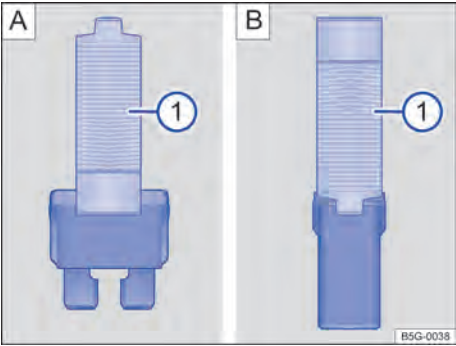

Fig. 207 Retirar ou colocar o fusível com a pinça de plástico: **A)** fusível plano, **B)** fusível de bloqueio.
→ Fig. 207 ① da cobertura da respectiva caixa de fusíveis.
→ Fig. 207 [A] ① ou → Fig. 207 [B] ① lateralmente no fusível.